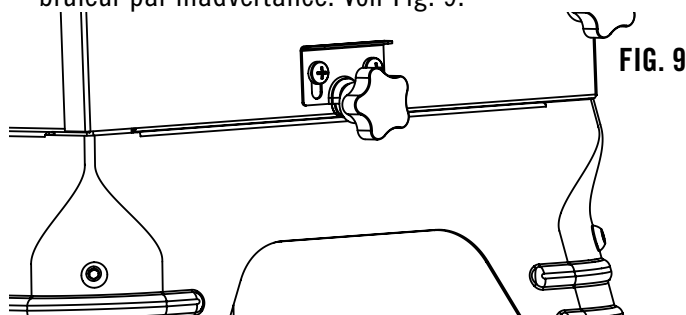

FIG. 9
1. Le bouton de la trappe du brûleur doit être enfoncé lorsque le barbecue est allumé. S'assurer que le système de blocage de la tige est tiré vers le bas et bloque le bouton afin d'empêcher l'ouverture de la trappe du brûleur par inadvertance. Voir Fig. 9.